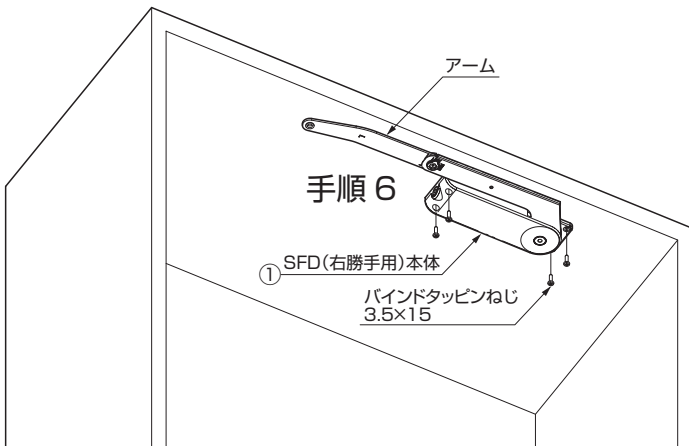

図 6. SFD 本体の取り付け
- 手順 6 扉幅によりアームの調整を行った SFD 本体①をキャビネット内側の規定位置に合わせ（取付寸法は図 2、表 2 をご参照ください）、付属のバインドタッピンねじ 3.5 × 15 で固定してください。（図 6.）